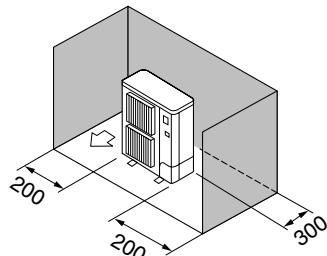

Fig. 2-4
③ Solo ostacoli posteriori e laterali (Fig. 2-4)